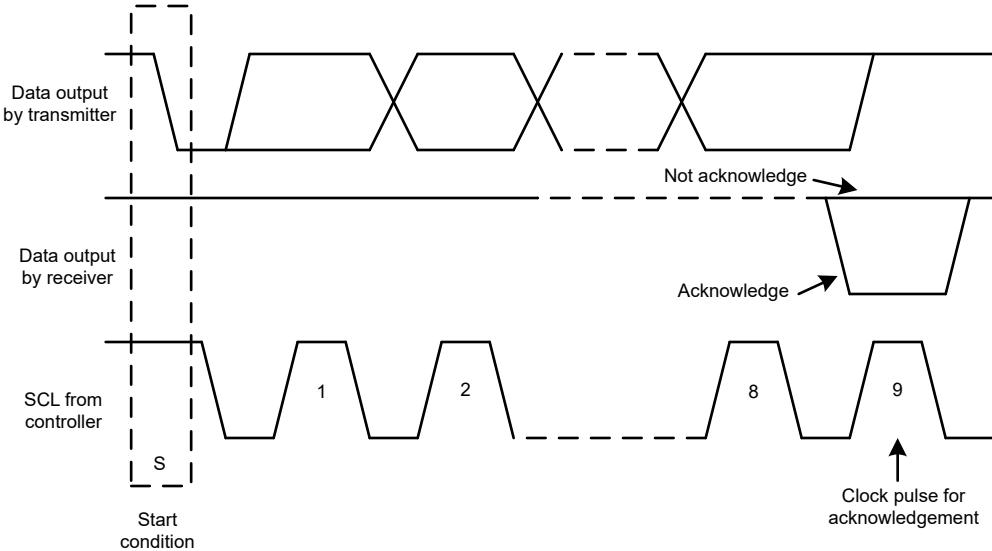

図 6-18. I2C バスにおけるアクノリッジとアクノリッジなし
指定のタイミング信号を除いて、I2C インターフェイスではシリアル バイトを扱います。各バイトの最後に、9 回目のクロック サイクルで確認応答信号が生成および検出されます。アクノリッジは、9 回目のクロック サイクルの High 期間中 SDA ラインを Low にすることで行われます。図 6-18 に示されているように、アクノリッジなしは、9 回目のクロック サイクルの High 期間中 SDA ラインを High のまま保持することで行われます。
2. 次に、コントローラは SCL パルスを生成し、7 ビットのアドレスと読み取り/書き込み方向ビット (R/W) を SDA ライン上で送信します。すべての送信中、コントローラはデータが有効であることを確認します。図 6-20 に示されているように、有効なデータ条件では、クロック パルスの High 期間全体にわたって SDA ラインが安定している必要があります。すべてのデバイスは、コントローラによって送信されたアドレスを認識して、そのアドレスをそれぞれの内部固定アドレスと比較します。一致するアドレスを持つターゲット デバイスだけが、9 番目の SCL サイクルの High 期間全体にわたって SDA ラインを Low にすることで、アクノリッジ (受信確認) を生成します (図 6-18 も参照)。コントローラがこのアクノリッジを検出すると、ターゲットとの通信リンクが確立されます。